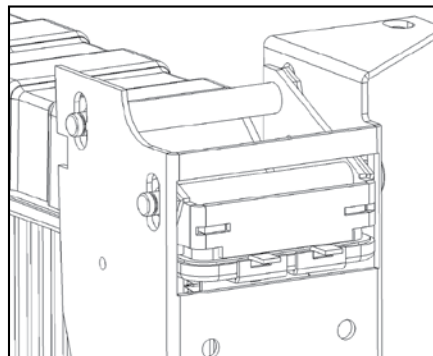

Figure 2 - Expansion slots in frame
- 3) Thermal expansion allowance (along the expansion slots in the frame - **Figure 2**).
- 3) Tolérance de l'expansion thermique (incluant des fentes d'expansion dans les montants) - **Figure 2**.
- 3) Permettre la expansion thermique (en las ranuras de expansion en el marco - **Figure 2**).